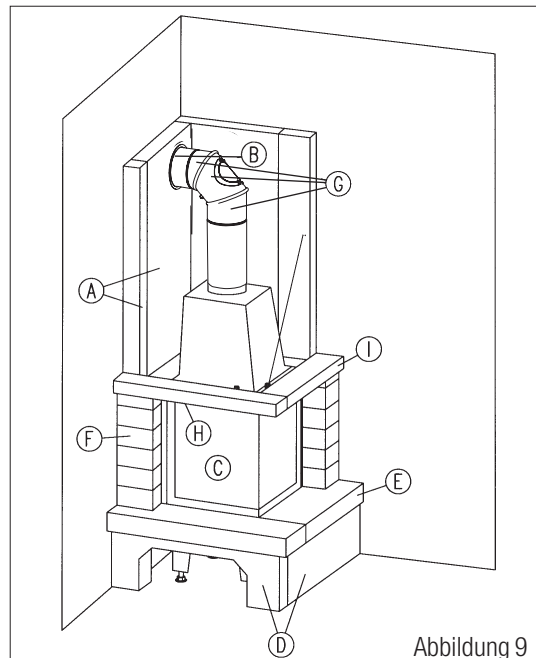

Abbildung 9
- 11.1 Sie können die Schürze entweder lotrecht oder mit einer leichten Schräge zur Zimmerdecke erstellen. Zeichnen Sie sich den gewünschten Schürzenlauf an der Anbauwand auf. Von diesem Aufriss messen Sie nun ca. 4 cm (Stärke der Schürze) nach innen zurück und ziehen eine zweite Linie parallel zur ersten. Bis dorthin muss die Dämmung reichen. Die obere Begrenzung der Dämmung liegt etwa 5 cm über dem Rauchrohereintritt. Dies ist auch das Einbaumaß für die Zwischendecke. (Abb. 9)